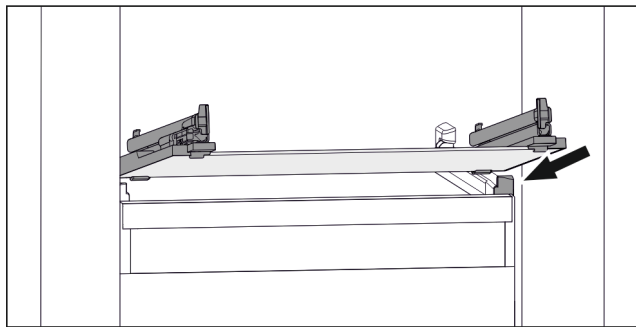

Fig. 156 Exempel på glashylla
- Sätt på glashylla i vinkel bakom stoppklackarna. (se Fig. 156)